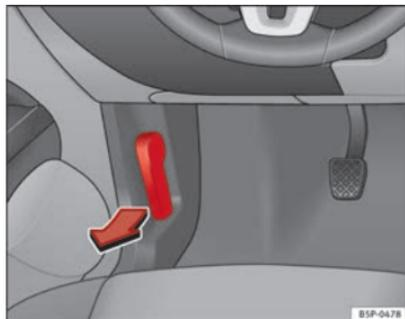

Fig. 164 Pormenor da zona dos pés do lado do condutor: manípulo para destrancar o capot do motor.
- Puxe o manípulo que se encontra por baixo do painel de instrumentos ⇒ Fig. 164 no sentido indicado pela seta. O capot fica destrancado pela acção da mola ⇒ ⚠.